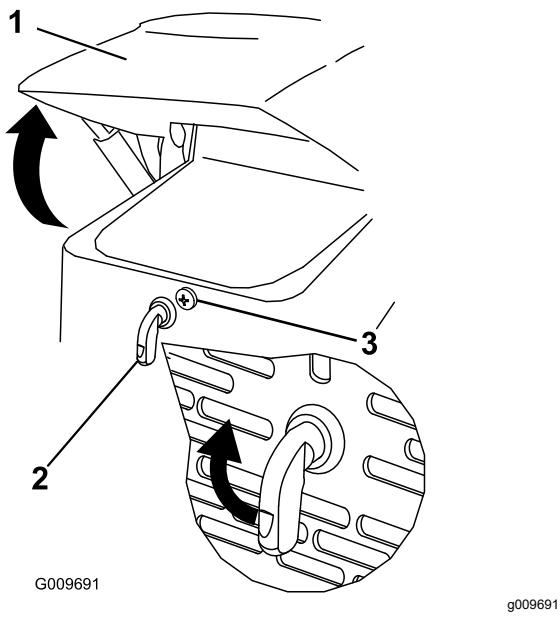

Figura 24
1. Allentate la vite di bloccaggio del cofano (Figura 24)
2. Girate il fermo del cofano in senso orario (Figura 24).
3. Ruotare il cofano verso l'alto (Figura 24).
3. Serrate la vite di bloccaggio del cofano per fissare il dispositivo di chiusura (Figura 24).